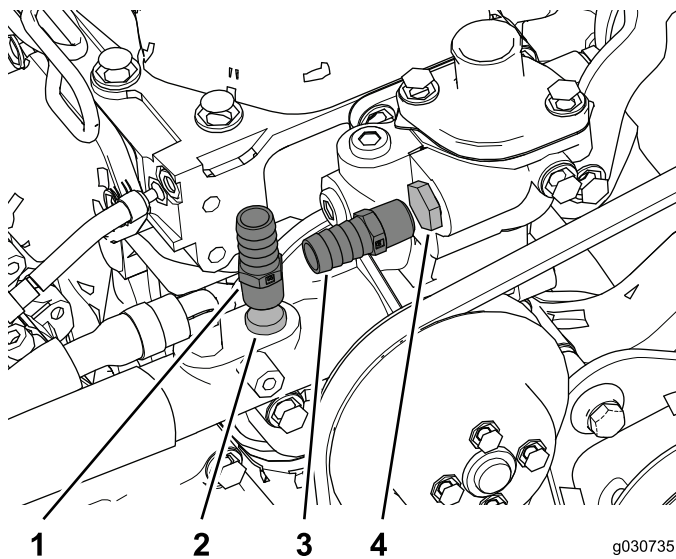

図 35
2. エンジン側からきているヒータ用行きと戻りホースのプラグを外して、図 35 に示すようにフィッティング 3/8 NPT x 0.625 バープを取り付ける。